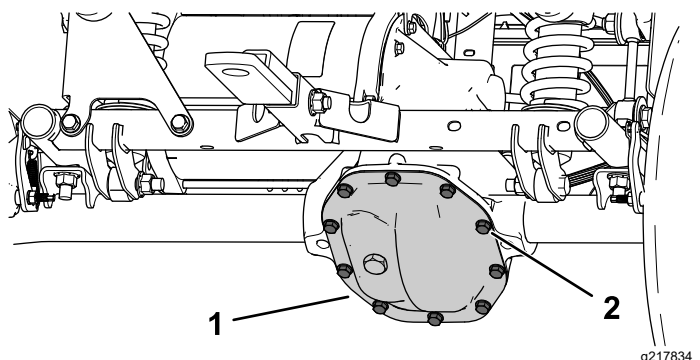

Bild 54
1. Stellen Sie eine Auffangwanne unter die Getriebeabdeckung (**Bild 54**).
2. Entfernen Sie die Schrauben von der Getriebeabdeckung und lassen Sie die Flüssigkeit ganz ab (Bild 54).